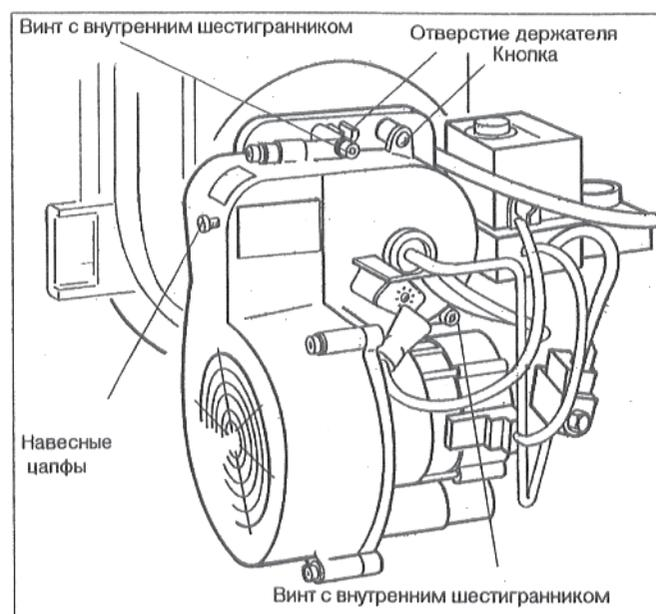

Рис.10
- Ослабить 2 винта с помощью вставного ключа на 5 мм. Придерживая горелку, нажать на кнопку (рис. 10).
- Снять горелку, повернуть вправо на 90° и вставить навесную цапфу в отверстие держателя на фланце горелки (положение технического обслуживания, рис.10а).
Рис.10а: Горелка в положении технического обслуживания